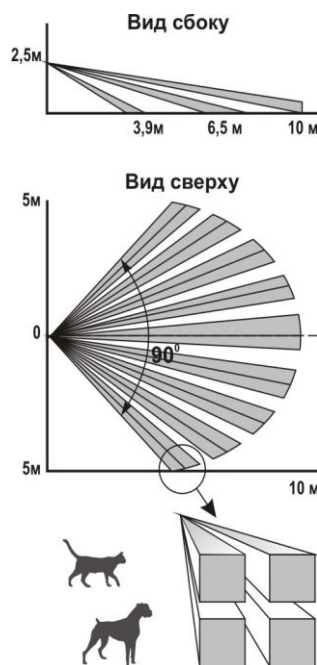

Рисунок 2
2.1 Принцип действия основан на регистрации четырехплощадочным пирозлектрическим приемником изменений потока теплового излучения, возникающих при пересечении человеком зоны обнаружения, которая состоит из чувствительных зон. Каждая чувствительная зона состоит из четырех элементарных чувствительных зон (рисунок 2). Чувствительные зоны извещателя формируются линзой Френеля и четырехплощадочным пирозлектрическим приемником.